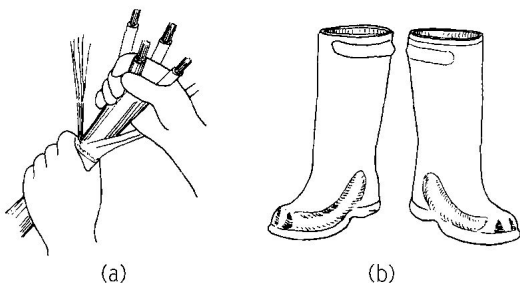

图 1-1-3 绝缘手套、绝缘靴
(1) 绝缘手套。绝缘手套由绝缘性能良好的特种橡胶制成,有高压、低压两种,分别用于操作高压隔离开关和油断路器等设备,以及在带电运行的高压电器和低压电气设备上工作时,预防接触电压。如图 1-1-3(a)所示。
(2) 绝缘靴。绝缘靴也是由绝缘性能良好的特种橡胶制成的,用于带电操作高压电气设备或低压电气设备时,防止跨步电压对人体的伤害。如图 1-1-3(b)所示。